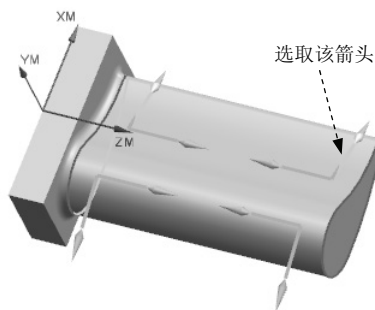

图 5.4.24 指定切削方向
Step3. 指定切削方向。在**切削方向**区域中单击“指定切削方向”按钮, 在图形区中选取如图 5.4.24 所示的箭头方向。